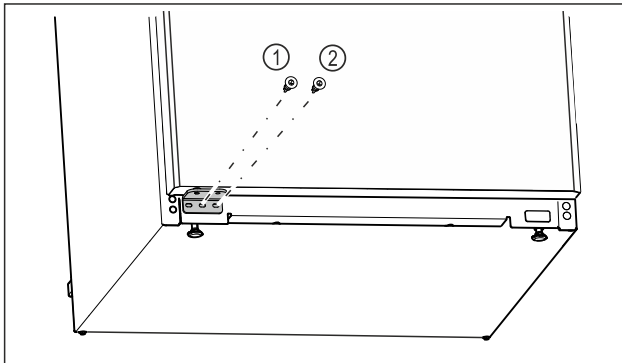

Fig. 21
- Serrer la vis centrale du support de palier Fig. 21 (1) avec un tournevis Torx 20.
- Serrer la vis intérieure du support de palier Fig. 21 (2) avec un tournevis Torx 20.